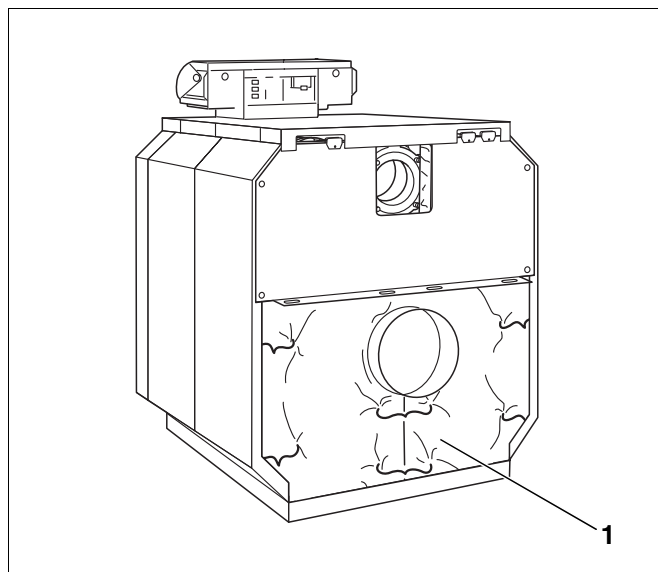

Fig. 76 Îmbinarea termoizolației elementului posterior
- Termoizolația elementului posterior se rabate în jos și se îmbină cu agrafa sub stuțul colectorului gazelor de evacuare (fig. 76, **poz. 1**).